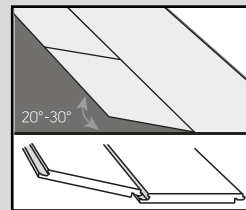
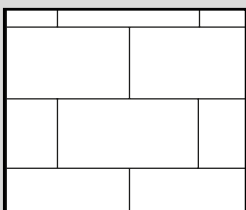

Fig. 3
Fig. 3a
4. Comience la segunda fila de manera que la lengüeta encaje en la hendidura, sujetando el tablón en ángulo (aproximadamente a 30°) y, a continuación, empuje con firmeza el tablón/baldosa hasta que encaje en la hendidura de la primera fila. Instale el siguiente tablón/baldosa de manera que la lengüeta y la hendidura hagan clic por el extremo corto. Acople la lengüeta y la hendidura del lateral largo introduciendo en ángulo los tablon/baldosas (fig. 3). Las baldosas y los tablon deben instalarse escalonados de manera que nunca coincidan cuatro esquinas (fig. 3a y 3b).